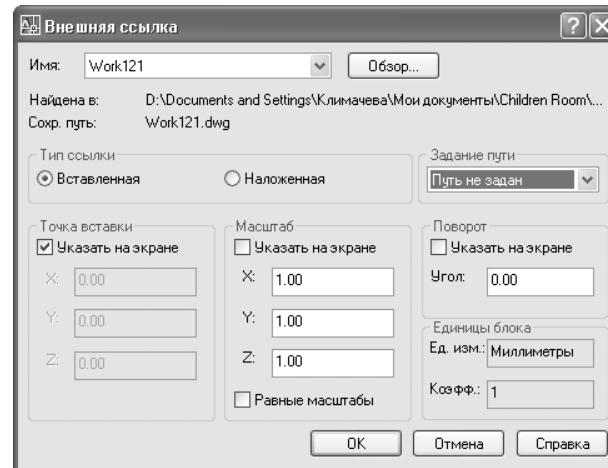

Рис. 12.2 ▼ Параметры окна **Внешняя ссылка** (External Reference) при вставке чертежа Work121.dwg в качестве внешней ссылки
6. Откройте палитру **Внешние ссылки** (External References), например, введя в командном окне **сс** (XR) или **вн** (ER).
9. В появившемся окне **Внешняя ссылка** (External Reference), представленном на рис. 12.2, будет содержаться информация, описывающая вставляемый в качестве внешней ссылки чертеж. В частности, параметры, которые находятся в нижней части этого окна, вам уже должны быть знакомы – с аналогичными параметрами вы сталкивались при вставке в чертеж экземпляра блока. Если значения параметров групп **Точка вставки** (Insertion point), **Масштаб** (Scale) и **Поворот** (Rotation) отличаются от тех, которые приведены на рис. 12.2, исправьте их. Кроме того, выберите в списке **Задание пути** (Path type) значение **Путь не задан** (No path), чтобы не сохранять полный путь к файлу внешней ссылки в файле главного чертежа.
10. Убедившись в том, что параметры окна **Внешняя ссылка** (External Reference) соответствуют приведенным на рис. 12.2, щелкните на кнопке **OK**.